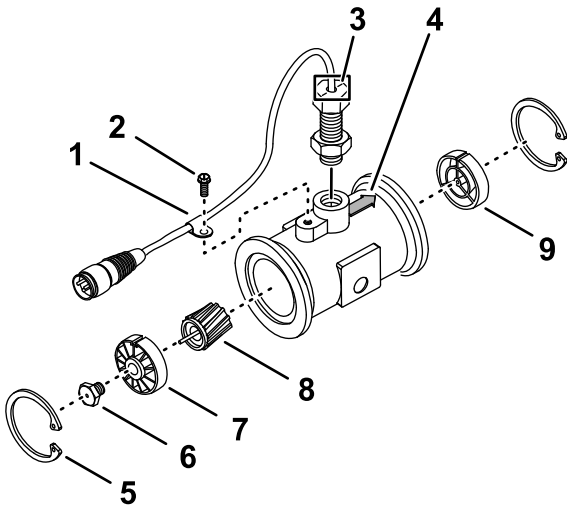

图 206
- 3. 卸下上游侧的卡环 图 206。
- 7. 安装传感器直到它轻轻地接触到外壳底部然后退出传感器直到对准标记与凸缘壳体的流向箭头平行 图 206。